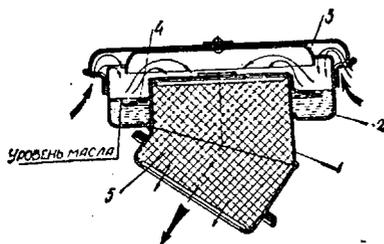

Рис. 15. Воздухоочиститель мотоциклов М-61 и К-750:
**Воздухоочиститель** (рис. 15). Для очистки воздуха от содержащейся в нем пыли, которая, попадая в двигатель, способствует ускорению износа его деталей, на мотоциклах установлен двухступенчатый инерционно-масляный и контактно-масляный воздухоочиститель. Он установлен на картере коробки передач и соединен с обоими карбюраторами патрубками. Для предотвращения подсоса воздуха в местах соединения патрубков установлены резиновые муфты. Для облегчения пуска двигателя в холодную погоду между фильтром и патрубками расположена воздушная заслонка.